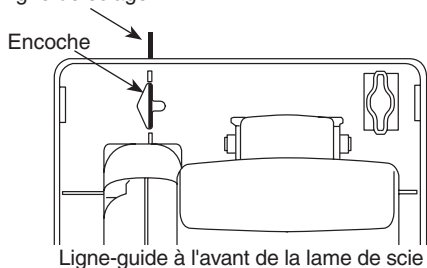

Fig. 3
1. Aalignez la ligne de mire du sabot sur votre ligne de sciage. (Voir la fig. 3.)